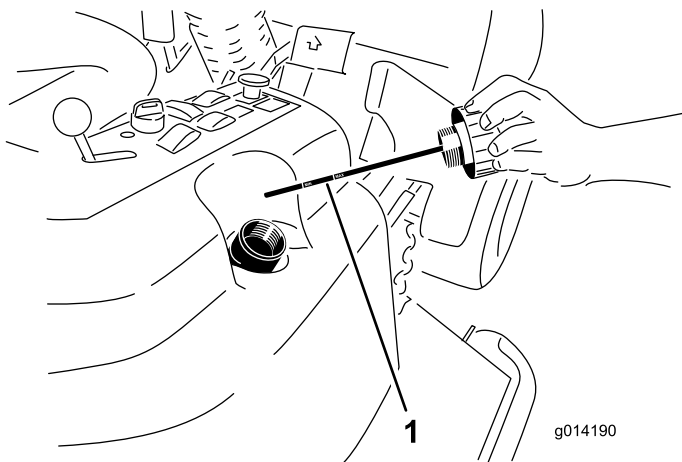

Figura 40
4. Retire el tapón de llenado de aceite hidráulico (Figura 40) del cuello de llenado.
5. Retire la varilla y límpiela con un paño limpio (Figura 40).
6. Introduzca la varilla a fondo en el cuello de llenado; luego retírela y compruebe el nivel del fluido (Figura 40).